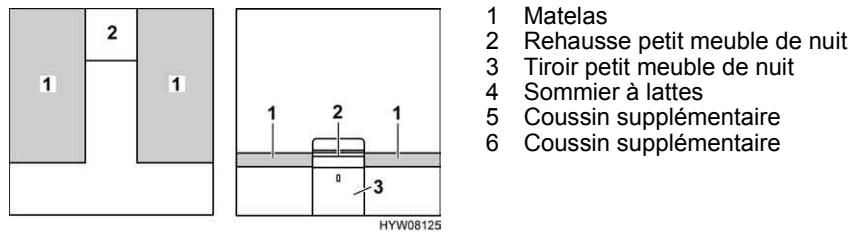

Fig. 87 Avant la transformation
- Retirer la rehausse du petit meuble de nuit (Fig. 87,2) et la mettre de côté.